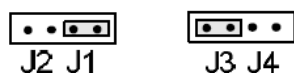

Fig.6 Posição da ponte do módulo de entrada/saída J1
- A ponte no módulo de entrada/saída deve ser conectada em J1/J3 (Fig. 6).